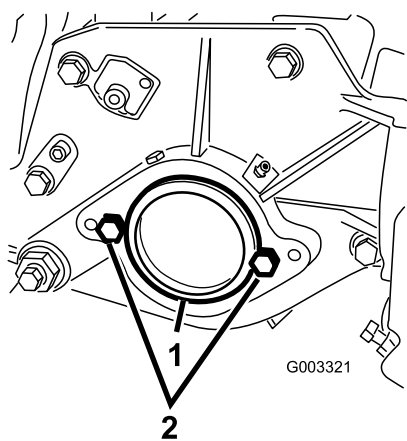

Figure 7
2. A l'extrémité droite du plateau de coupe, retirez l'obturateur en plastique du logement de roulements (Figure 7).
3. Enlevez les 2 boulons de la plaque latérale droite (Figure 7).
2. Boulons (2)
5. Placez les 2 boulons de fixation du moteur de cylindre sur la plaque gauche du plateau de coupe sans les serrer (Figure 7).